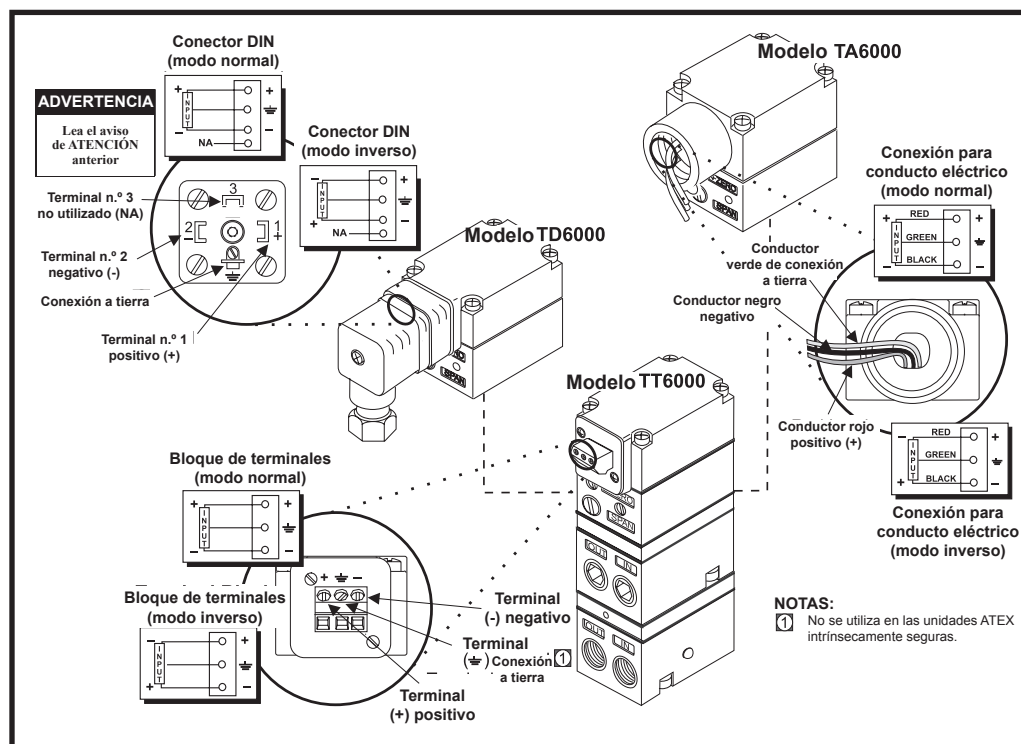

Figura 9
Realice las conexiones tal como se muestra en la figura 9.
1. Conectar la señal de entrada al transductor, como se muestra en la Figura 9.
5. Conectar la señal de entrada al transductor, como se muestra en la Figura 9.